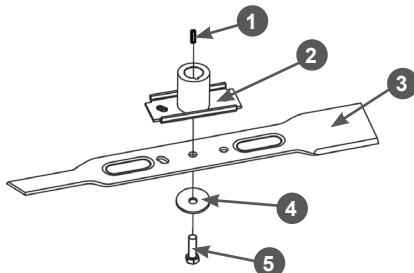

Рис. 23 Установка ножа
2. С помощью соответствующего инструмента открутите болт 7 крепления ножа и снимите нож (Рис. 23).
3. Снимите с вала двигателя адаптер 3 ножа и втулку 2 адаптера (Рис. 23).
4. Убедитесь в том, что шпонка 1 адаптера на месте и не имеет повреждений. Во избежание утери шпонки во время заточки ножа или других работ по обслуживанию газонокосилки извлеките шпонку из вала и уберите в надёжное место (Рис. 23).
- Установите все детали на место в порядке, обратном снятию. Схема установки показана на Рис. 23. 8. Заденьте нож от проворачивания и надёжно затяните болт 5 крепления ножа (Рис. 23).